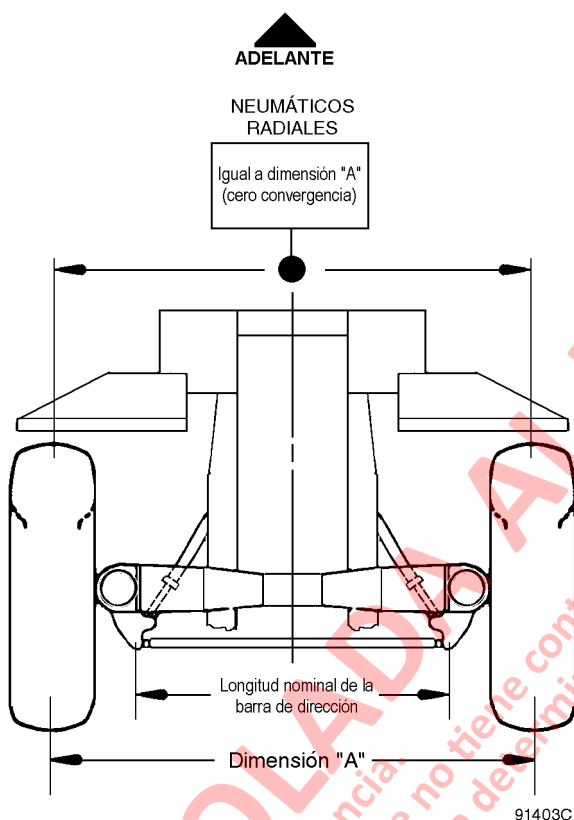

FIGURA 3-15. MEDICIÓN DE CONVERGENCIA
3. Para revisar la convergencia, mida la distancia entre el centro de los neumáticos delanteros. Mida la línea central horizontal (dimensión "A", Figura 3-15) en la parte frontal y posterior de los neumáticos.